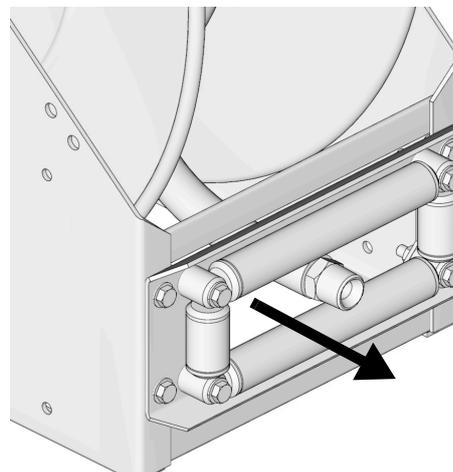

FIG. 16
- Guíe el extremo de manguera a través de los rodillos de manguera (FIG. 16).